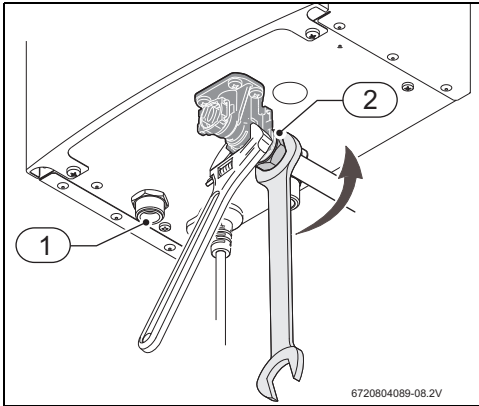

Fig. 23 Ligação da água
- ▶ Ao apertar a ligação de água fria, fixar o bloco de água conforme indicado na Fig. 23.